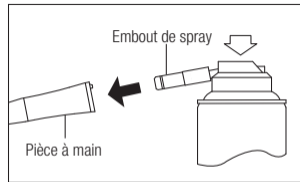

Fig. 7
- 2) Insérez l'embout de spray à l'arrière de la pièce à main. Tenez l'instrument et pulvérisez pendant environ 2-3 secondes. Vaporisez du lubrifiant jusqu'à ce qu'il en ressorte de la tête de la pièce à main pendant au moins 2 secondes (Fig. 7).
- 3) Lubrifiez la pièce à main à l'aide du NSK PANA SPRAY Plus / PANA SPRAY (Fig. 7) ou du système NSK de nettoyage et de lubrification automatique de la pièce à main.